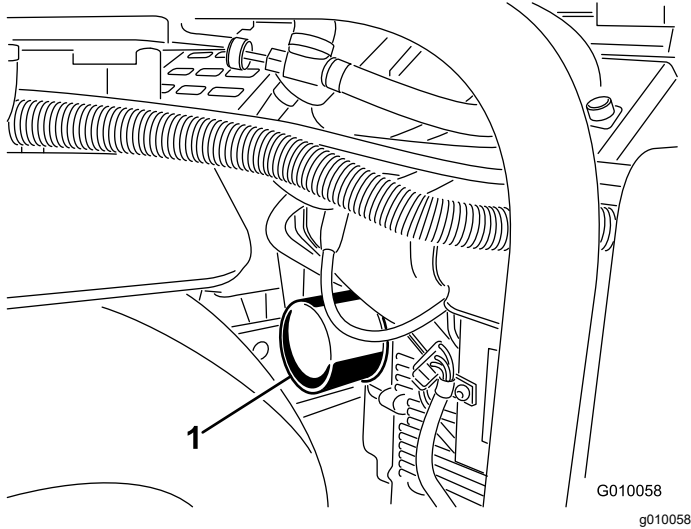
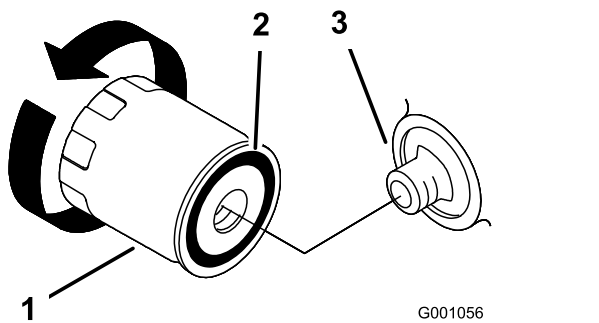

Figura 44
Figura 45
5. Coloque um recipiente pouco profundo ou um pano debaixo do filtro para apanhar o óleo (Figura 44).
6. Remova o filtro de óleo antigo (Figura 44 e Figura 45) e limpe a superfície da junta do adaptador do filtro.